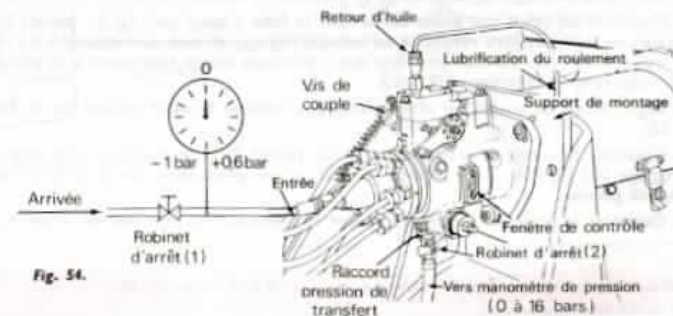

Fig. 54.
— Brancher un raccord spécial d'arrivée, comportant un robinet et un mano-vacuumètre de 0 à 0,6 bar en pression et 0 à - 1 bar en dépression (fig. 54).
- Contrôler, à 200 tr/mn pompe, la dépression produite par la pompe de transfert (MINI = — 0,54 bar (2), le robinet d'arrêt (1) étant fermé (fig. 54).
- Isoler le manomètre de contrôle de la pression de transfert en fermant le robinet (2) (fig. 54).